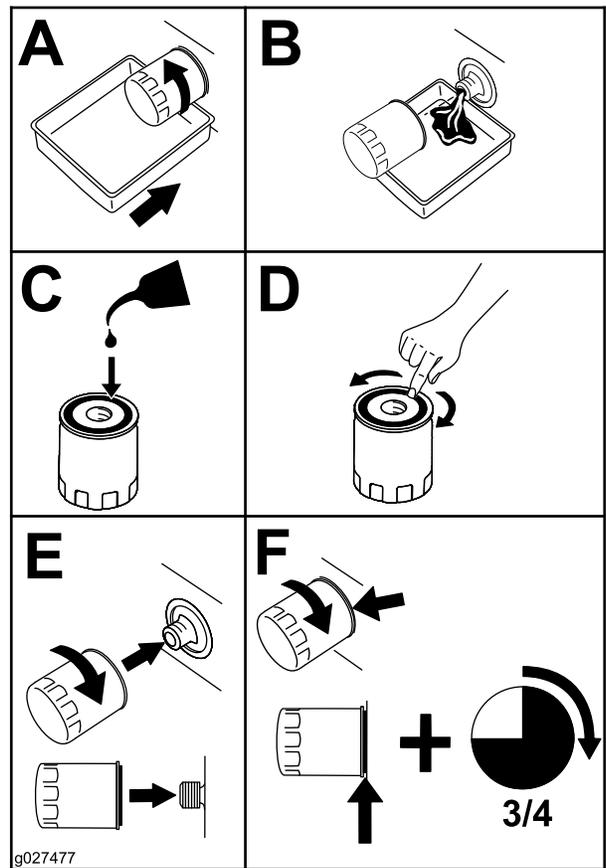

Figura 37
2. Cambiate il filtro dell'olio motore (Figura 37).
3. Individuate la posizione della/delle candela/e come illustrato nella Figura 37 e rimuovetele.